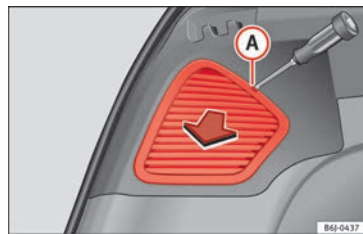

Fig. 111 Feux latéraux.
- Retirez ce cache à l'aide d'un tournevis à tête plate placé dans la rainure indiquée **(A)** » fig. 111.